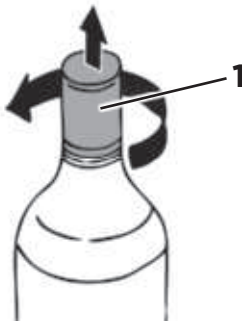

Abb. 24
7. Entfernen Sie die Schutzkappe (Abb. 24/1) vom Gewinde des neuen CO2-Zylinders.